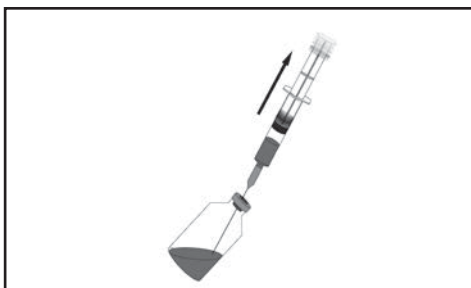

Figure 5a.
2.1 Avec l'aiguille stérile fixée, aspirer la solution dans la seringue de chargement pour y transférer la quantité requise de médicament depuis son récipient (figure 5a). Laisser une bulle d'air (maximum 1 ml) dans la seringue de chargement pour mieux mélanger.